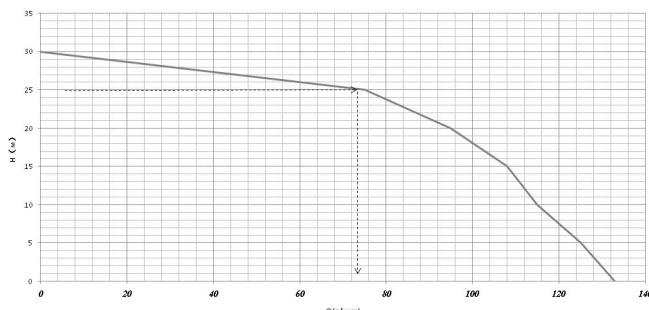

Рис. 14 График зависимости производительности Q мотопомпы от высоты подъема (H)
- График зависимости производительности мотопомпы от высоты подъема H_s (Рис. 14).
4. На графике зависимости высоты подъема от производительности мотопомпы (Рис.14) находим величину расхода, она составляет примерно 72 л/мин или 4,3 м³/час.